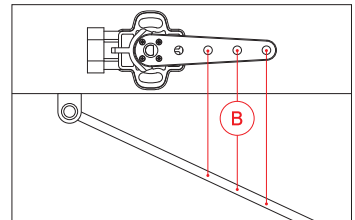

Abb. 7: Befestigungspunkt Koppelstange
2. Schließen Sie die Luftleitung wieder an und bringen Sie so viel Luftdruck auf den Luftbalg, bis sich das Fahrwerk am oberen Endanschlag befindet. Messen Sie nun wieder den Abstand [B] von dem Sensorarm bis zum gewählten Befestigungspunkt der Koppelstange (Abb. 7). Die Differenz der beiden Messwerte ergibt den maximalen Verfahrweg [C].